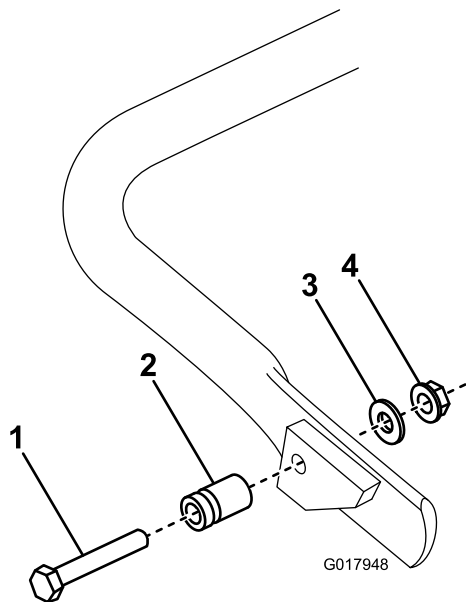

Figure 5
1. Sur le modèle 04056 uniquement, fixez le goujon de ressort sur le côté droit de la béquille (Figure 5) au moyen du boulon, de la rondelle et de l'écrou à embase fournis.